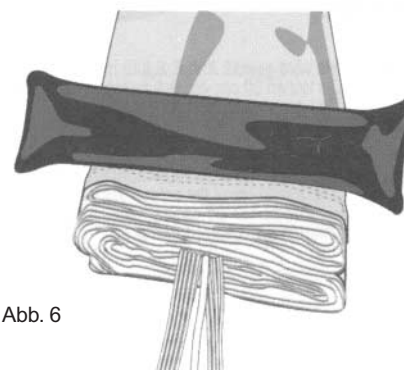

Abb. 6
5. Anschließend wird der Scheitel von seiner Befestigung gelöst und die Mittelleinenschlaufe in das Zentrum der Scheitelleinen gebracht. Dies ist äußerst wichtig damit bei einer Auslösung der Scheitel nicht einseitig belastet wird. Der Scheitel wird mit Hilfe der Mittelleine in die Schirmkappe hineingezogen. Hierzu zieht man an der Hauptverbindungsleine, bis die Fangleinen und die Mittelleine gleichlang und nebeneinander liegen. Der kreuzungsfreie Verlauf der Fang- und Mittelleinen ist einer der wichtigsten Arbeitsvorgänge beim Packen! Unbedingt kontrollieren ob alle Leinen kreuzungsfrei und ohne Durchschlaufung verlaufen! (Abb.6)